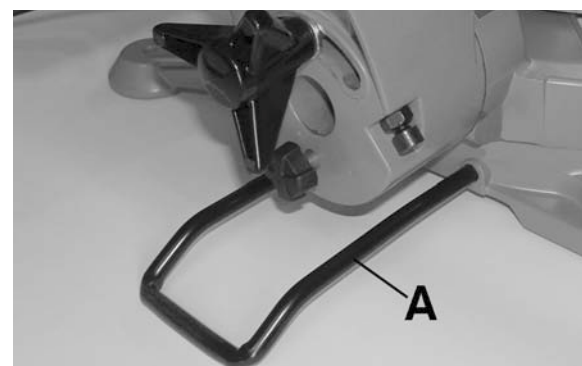

Figure 9
Cette scie à onglets comprend une extension arrière de support (A) Fig.9. Cette extension augmente la stabilité et en cas que la tête est relâché accidentellement, cette extension empêchera la scie de basculer vers l'arrière.